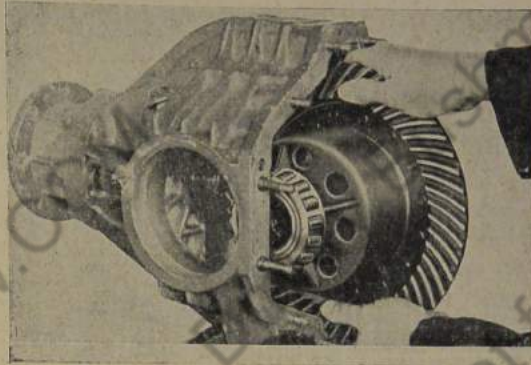

Bild 603: Ausgleichgetriebe-Zusammenbau aus Hinterantriebsgehäuse herausnehmen
6. Ausgleichgetriebe mit Tellerrad und Kegel-rollenlager aus dem Hinterantriebsgehäuse herausnehmen (Bild 603).